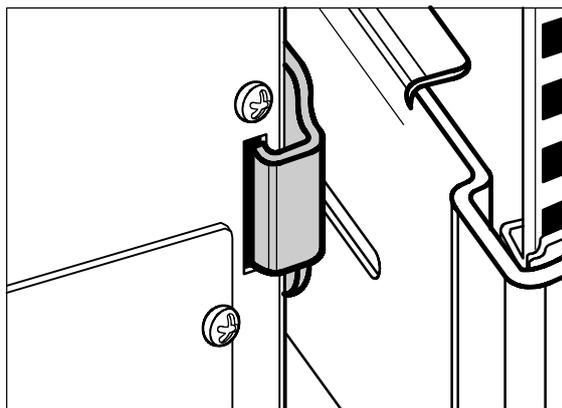

Рисунок 24. Установка задней прижимной скобы
15. Вставьте две задних прижимных скобы на направляющие в пазы на задней стенке шкафа (см. Рисунок 24).